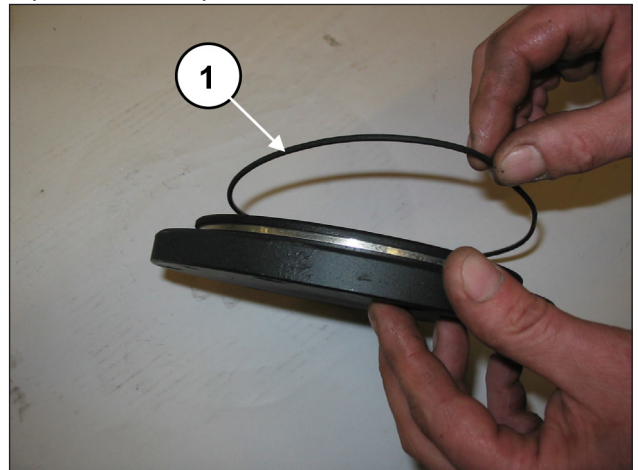
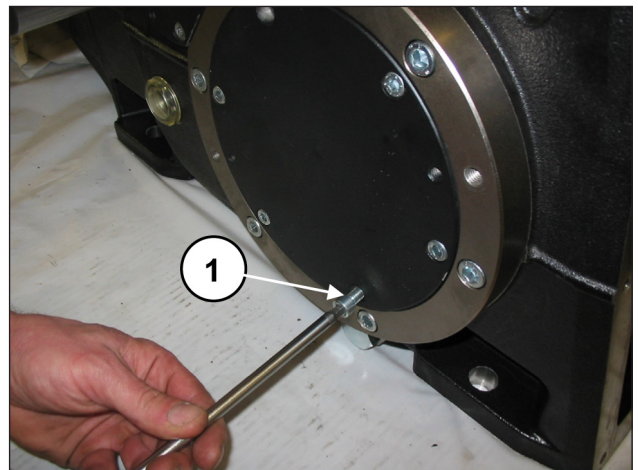

Fig. 89
Fig. 90
Monter les deux couvercles de coussinet (avec leur joint torique) (rep. ①, Fig. 89) à l'aide de 6+6 vis M8x20 (rep. ①, Fig. 90).